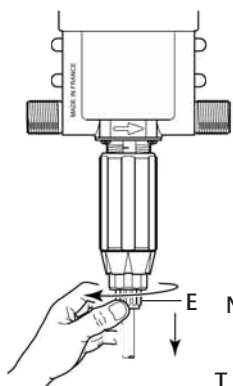
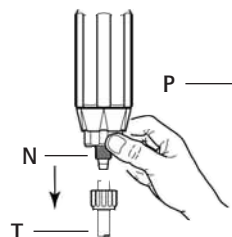

Fig. 16
Fig. 17
- Desenroscar la tuerca (Fig. 16-E) y retirar el tubo de aspiración (Fig. 17-T).
- Desenroscar y retirar la tuerca (Fig. 17-N).
- Tirar hacia abajo para retirar el conjunto de la válvula de aspiración (Fig. 17).